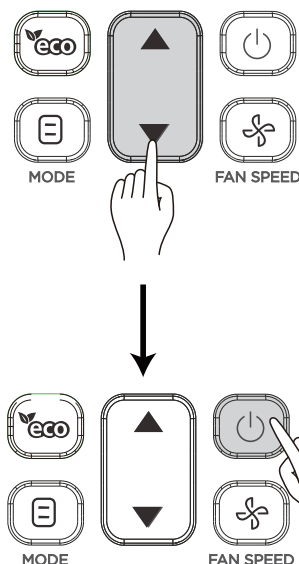

Abbildung 4.5
② Drücken Sie ▲ und ▼ zum Regeln des Parameterwerts;
③ Wenn die Einstellung abgeschlossen ist, drücken Sie  oder warten Sie 5 Sekunden, um die Parametereinstellungen zu speichern. Die Bedienfolge für die Taste finden Sie in Abbildung 4.5.